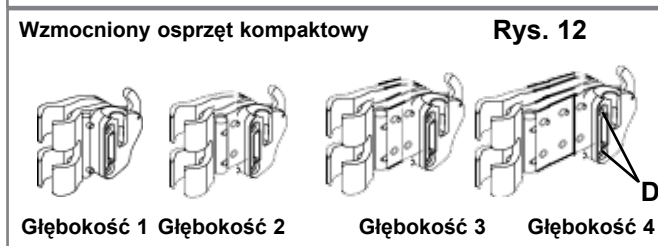

Rys. 10
1. Regulacja wysokości (Rys. 10)
- Należy poluzować nakrętki wspornika (A) i regulować wysokość tylnej osłony do wymaganej pozycji.
- Mocno dokręcić nakrętki wspornika (A). Zalecane ustawienia siły docisku śrub w zakresie 8,5 - 9,3 Nm.